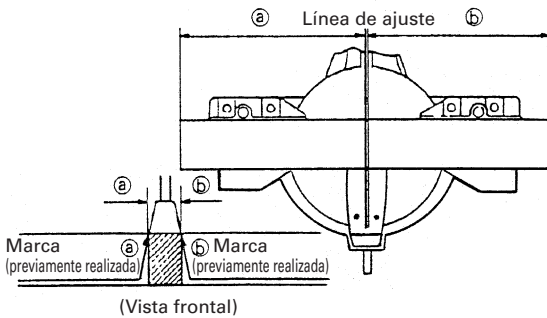

Fig. 26
- (1) Como se muestra en la Fig. 26, la anchura de la hoja de sierra es la de corte. Por lo tanto, deslice la pieza de trabajo hacia la derecha (vista desde la posición del operador) cuando desee la longitud b, o hacia la izquierda cuando desee la longitud a. Si se utiliza un marcador láser, alinee la línea de láser con el lado izquierdo de la hoja de sierra, y luego alinee la línea de tinta con la línea de láser.
- (2) Cuando la hoja de sierra haya alcanzado la velocidad máxima, empuje cuidadosamente hacia abajo la empuñadura hasta que la hoja de sierra se acerque a la pieza de trabajo.
- (3) Cuando la hoja de sierra haya entrado en contacto con la pieza de trabajo, empuje gradualmente hacia abajo la empuñadura para cortar dicha pieza.
- (4) Después de haber cortado la pieza de trabajo con la profundidad deseada, desconecte la alimentación de la herramienta eléctrica y deje que la hoja de sierra se pare completamente antes de levantar la empuñadura de la pieza de trabajo para devolverla a su posición de completamente retraída.